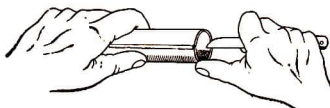

Bild 13
17. Warum ist der Dübel in Bild 13 zweckmäßig geformt?